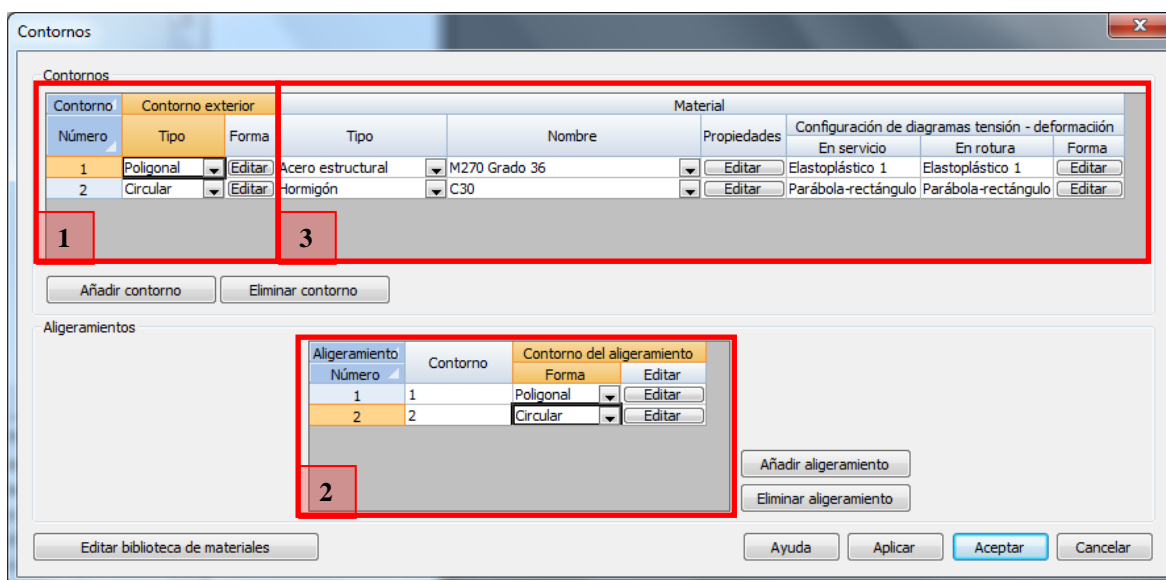
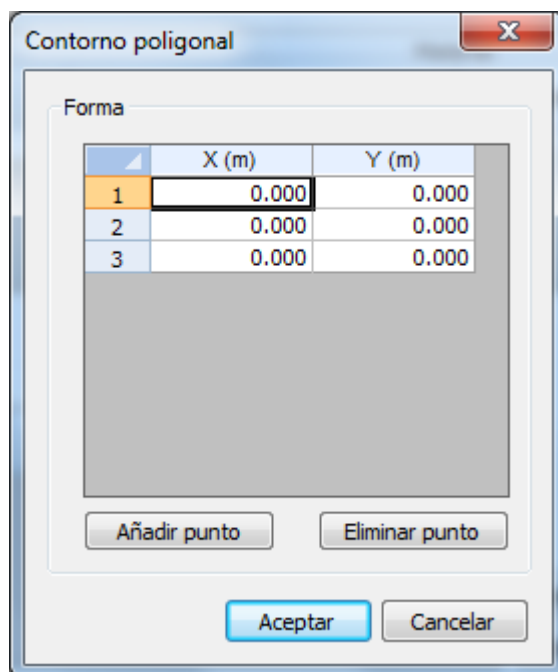

Figura 3.1-3: Estructuración de la información para la definición de los contornos.
Figura 3.1-4: Ventana de definición de las coordenadas de un contorno poligonal.
- Definición geométrica de los contornos (corresponde al bloque '1' de la Figura 3.1-3).
- Definición geométrica de los aligeramientos (corresponde al bloque '2' de la Figura 3.1-3).
- Definición de los materiales asociados a cada contorno (corresponde al bloque '3' de la Figura 3.1-3).
Para cada contorno debe definirse el *Tipo* y la *Forma* del contorno mediante las opciones que se presentan en el bloque '1' de la Figura 3.1-3. El *Tipo* del contorno determina si éste es poligonal o circular. Debe seleccionarse en la columna *Tipo* la opción que se desee. Una vez seleccionado el *Tipo* se deben introducir las coordenadas del contorno si el contorno es poligonal o las coordenadas del centro y el radio si el contorno es circular. Para ello debe pulsarse el botón *Editar* de la columna *Forma* para cada uno de los contornos, apareciendo las ventanas que se muestran en la Figura 3.1-4 y 3.1-5 para los contornos poligonal y circular respectivamente.
El subdiálogo señalado como bloque '2' de la Figura 3.1-3 permite definir los aligeramientos asociados a cada uno de los contornos. Para crear un nuevo aligeramiento se debe apretar el botón *Añadir aligeramiento*, apareciendo en ese momento una fila en el diálogo de aligeramientos.
Los materiales asociados a cada uno de los contornos se definen en el bloque '3' del diálogo de *Contornos* según se muestra en la Figura 3.1-3. En el apartado de Material debe definirse el tipo de material de cada contorno, las características del mismo y los diagramas tensión-deformación que se quiere utilizar para los cálculos.